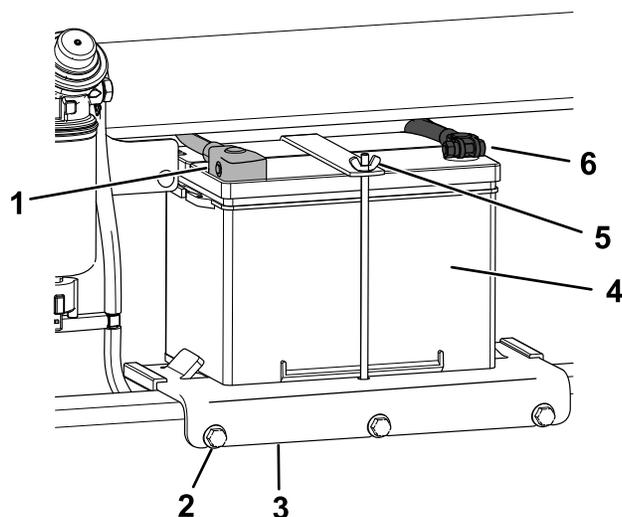

Рисунок 63
4. Отсоедините отрицательный (черный) кабель от штыря аккумулятора (Рисунок 63). Сохраните крепежные детали.
6. Отсоедините положительный (красный) кабель от штыря аккумулятора (Рисунок 63). Сохраните крепежные детали.
7. Ослабьте 3 болта крепления поддона аккумулятора и снимите поддон с аккумулятором (Рисунок 63).
- Поместите аккумулятор на поддон и закрепите его ранее снятыми гайкой-барашком и прижимным стержнем (Рисунок 63).
- Установите поддон аккумулятора на машину и закрепите его 3 болтами (Рисунок 63). Затяните болты с моментом 41 Н·м.
- Используя ранее снятые крепежные детали, подсоедините положительный (красный) кабель к положительному (+) штырю аккумулятора (Рисунок 63).
- Используя ранее снятые крепежные детали, подсоедините отрицательный (черный) кабель к отрицательному (-) штырю аккумулятора (Рисунок 63).